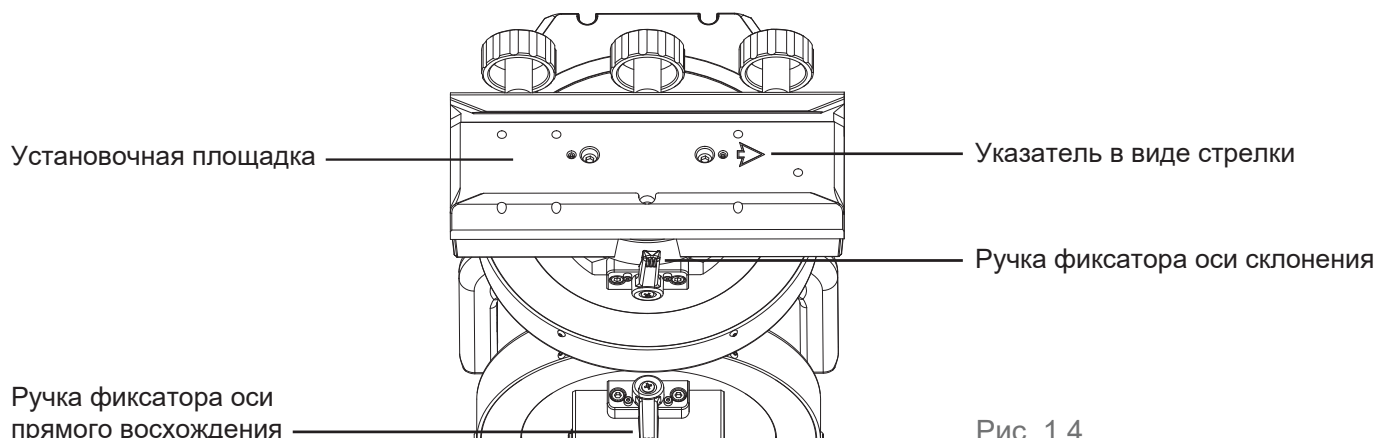

Рис. 1.4
- Фиксатор оси прямого восхождения затянут (рис. 1.4).
- Ослабьте фиксатор оси склонения (рис. 1.4) и поверните ось склонения до положения, при котором три фиксатора площадки крепления «ласточкин хвост» направлены вверх, а паз площадки расположен горизонтально (рис. 1.4). Затяните фиксатор оси склонения.
- Удерживая трубу телескопа горизонтально, установите или задвиньте установочную пластину телескопа в подходящий паз площадки. Поверните телескоп в направлении указателя на площадке (рис. 1.4).